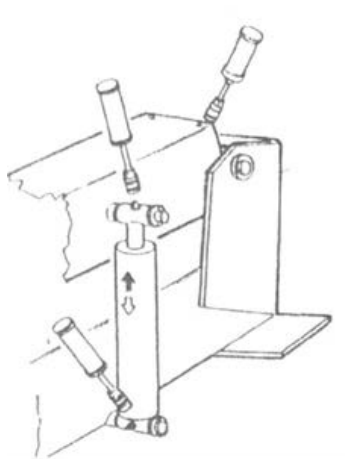

Рисунок 31
- набивку смазки (Рисунок 31) через масленки цилиндра подъема и ось качания рычага (до появления смазки на торцевых поверхностях скольжения). Используйте антифрикционную смазку «Литол-24» или его заменители;